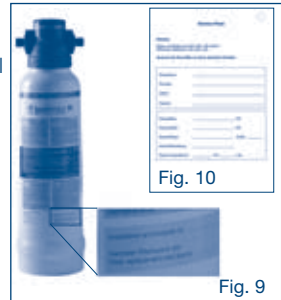

Fig. 9
2. Antes de instalar la bujía filtrante, escriba en la etiqueta adjunta del filtro (consulte la Fig. 9) la fecha de la instalación y la fecha en la que debe sustituirse (como mucho 12 meses más tarde). También puede rellenar completamente el documento Service-Pass opcional (consulte la Fig. 10) y sujetarlo a la cabeza filtrante con una brida.